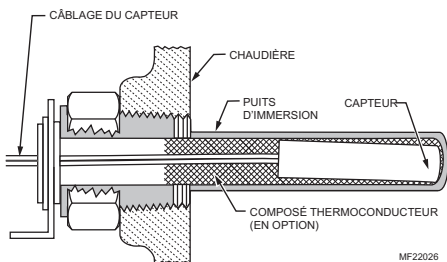

Fig. 4. Installation du capteur de recharge.
4. S'assurer que le capteur repose complètement au fond du puits (consulter la Fig. 4). Utiliser un petit crayon pour mesurer la profondeur du capteur du puits, au besoin.